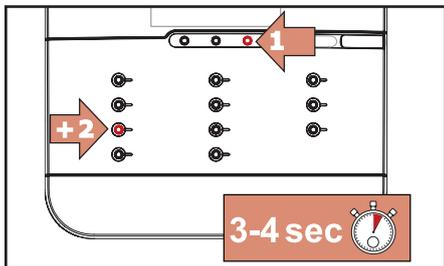

Fig. 5.4 - Entrar en modo limpieza
1. En primer lugar pulse PARRAR y a continuación y mantenga ambos botones pulsados simultáneamente durante 3-4 segundos para entrar en el modo limpieza (fig. 5.4).
- En primer lugar pulse PARRAR y a continuación y mantenga ambos botones pulsados simultáneamente durante 3-4 segundos para entrar en el modo limpieza (fig. 5.4).